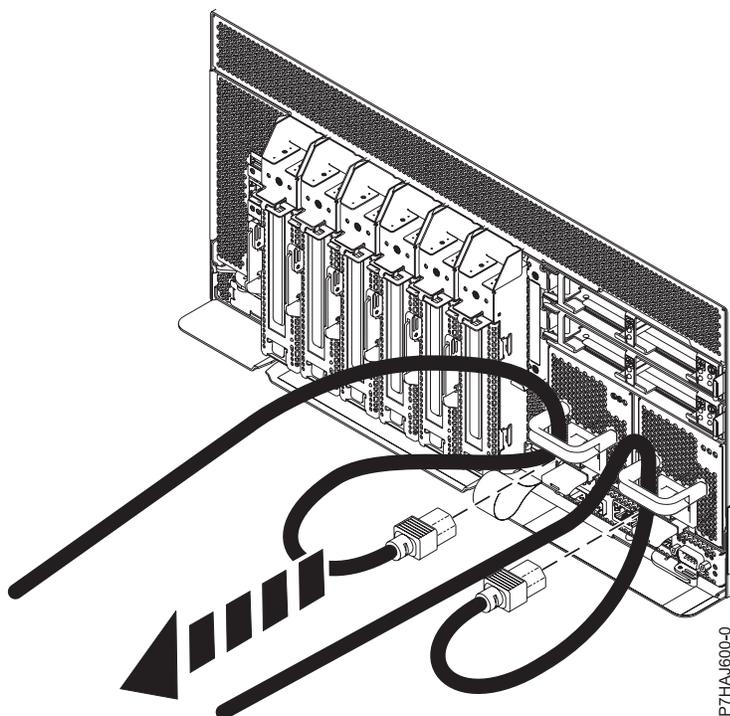

Figura 60. Removendo os cabos de energia
3. Desconecte os cabos de energia da unidade de sistema, conforme mostrado na Figura 60 na página 117.